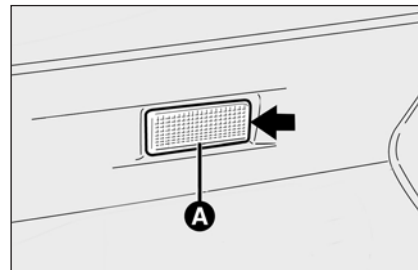

fig. 42
- extraire le plafonnier **A-fig. 42** en faisant levier dans le point indiqué par la flèche;